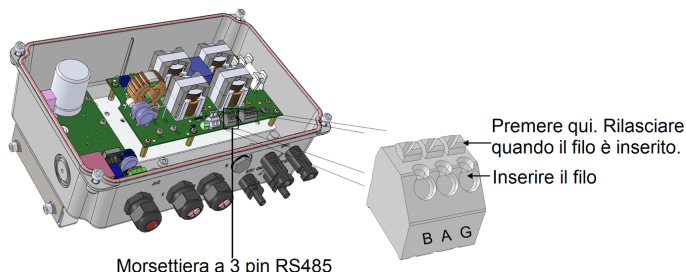

Figura 11: Connettore RS485 nell'interfaccia StorEdge
1. Collegare un'estremità al morsetto RS485 contrassegnato con "RS485 a Inv." nell'interfaccia StorEdge (vedere la *Figura 11*):